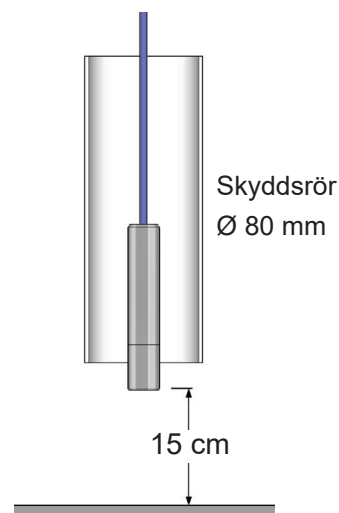

Fig. 2.
Avlägsna skyddshatten på tryckgivaren och sänk ner givaren i röret så att nederkanten sticker ut något från skyddsroret, ca 15 cm från botten av stationen (se fig. 2).
3. Utför armering av tankar enligt instruktion Bild 2 - 3